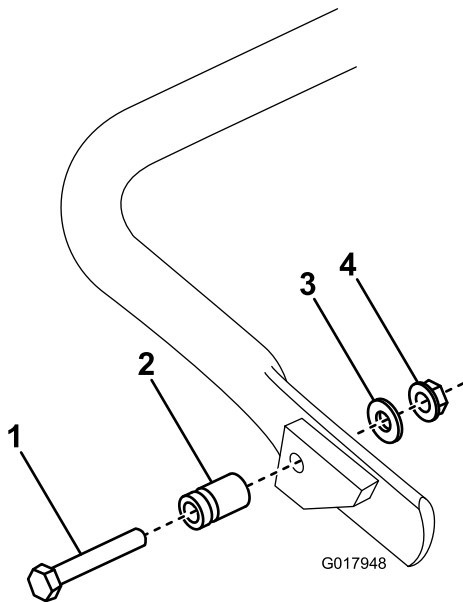

Figura 5
1. Solo sul Modello 04056, collegate il prigioniero a molla al lato destro del cavalletto (Figura 5) utilizzando bullone, rondella e dado flangiato in dotazione.